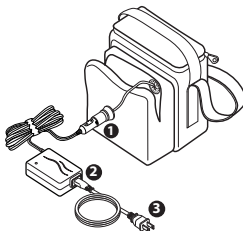

Figura 1: Carga de la batería
1. Conecte el extremo del adaptador para automóvil del cargador al enchufe de la batería, situado en la bolsa delantera del maletín portátil. Vea la figura 1.